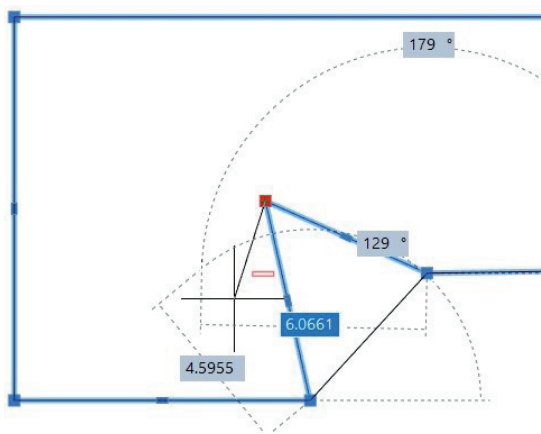

Рис. 18. Редактирование вершины. Удаление
- знак "-" рядом с курсором будет означать удаление вершины (рис. 18);